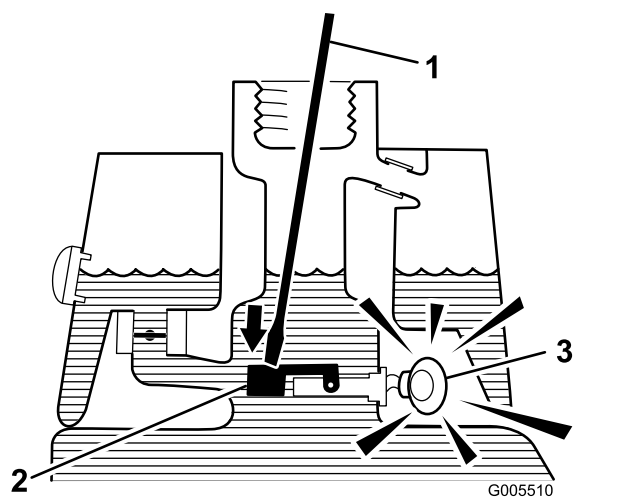

Figure 41
3. Introduisez une tige ou un tournevis propre dans le goulot du réservoir et enfoncez doucement le flotteur du contacteur de niveau (Figure 41) ; l'alarme devrait se déclencher au bout d'une seconde.